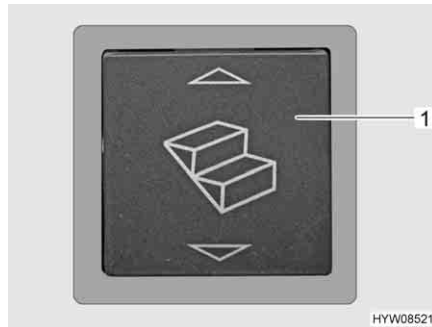
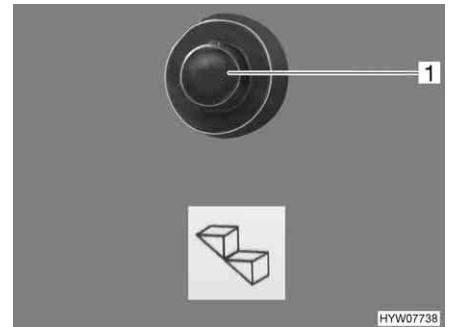

Fig. 4 Pulsante basculante dello scalino di ingresso (zona di ingresso)
Fig. 5 Pulsante a pressione dello scalino di ingresso (cruscotto)
**Inserimento:** ■ Premere l'interruttore a bilico (Fig. 4,1) nella zona di ingresso oppure il pulsante a pressione (Fig. 5,1) sul cruscotto nella cabina di guida.
**Estrazione:** ■ Premere l'interruttore a bilico (Fig. 4,1) nella zona di ingresso.